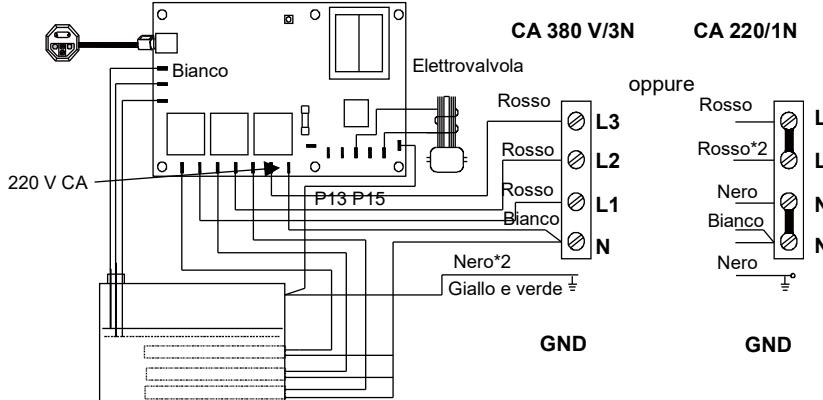

Figura 5 - Schema di collegamento del generatore di vapore
5. La figura mostra lo schema di cablaggio del controller serie ST. (Figura 5)